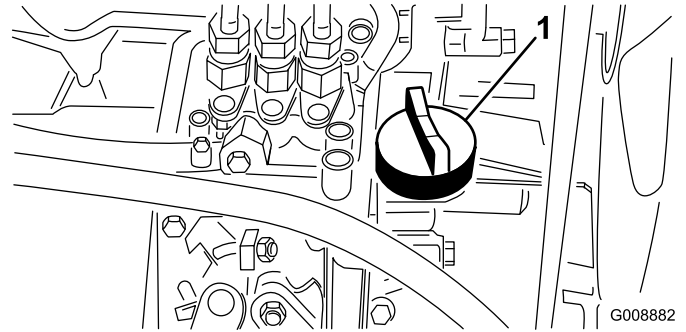

Bild 21
4. Entfernen Sie bei niedrigem Ölstand den Ölfülldeckel (Bild 21), gießen langsam kleinere Ölmengen ein und prüfen den Stand regelmäßig, bis die Voll“-Marke am Peilstab erreicht wird.